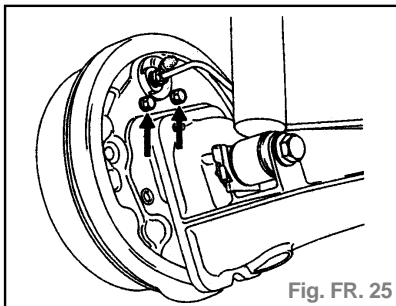

Fig. FR. 25
- les deux vis de fixation du cylindre sur le plateau, le déposer (fig. FR. 25).
- Pour le réglage du compensateur, débloquer la vis (A) et agir sur la position de la tige (B) dans le manchon (C) (fig. FR. 25 bis).
Fig. FR. 25 bis